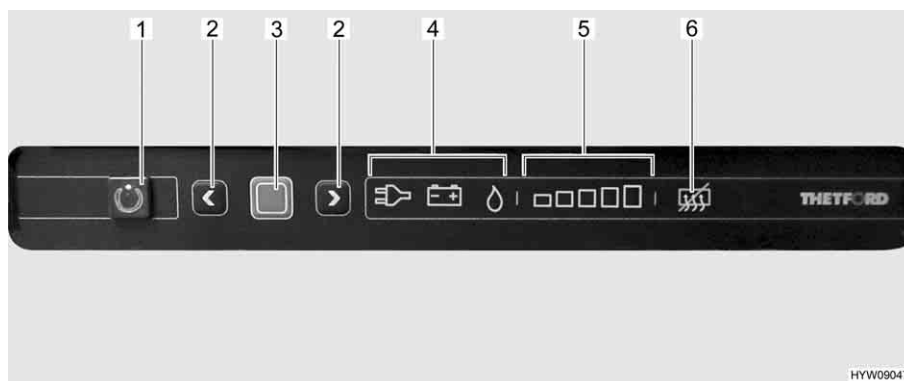

Fig. 162 Elementi di comando (frigorifero Thetford)
La modalità di funzionamento attuale è indicata da un simbolo luminoso (Fig. 162,4) sulla centralina di controllo.
Dopo l'accensione il frigorifero seleziona automaticamente la regolazione del termostato selezionata per ultimo. Questa impostazione può essere modificata manualmente con i tasti freccia (Fig. 162,2). Le barre luminose dell'indicatore del livello di refrigerazione (Fig. 162,5) visualizzano la temperatura selezionata sul termostato. Con i tasti freccia viene regolata la temperatura di refrigerazione per tutti i tre tipi di energia. Ci vogliono alcune ore prima che il frigorifero raggiunga la temperatura normale di esercizio. Cambiando la modalità di funzionamento la regolazione del termostato non viene modificata. La temperatura di refrigerazione è indipendente dal tipo di energia utilizzata.
- Premere il tasto On/Off (Fig. 162,1) per 1 secondo. Il tasto (Fig. 162,1) si illumina di verde. Dopo circa 10 secondi, l'indicatore viene attenuato per risparmiare energia.
- Premere il tasto di conferma (Fig. 162,3). L'impostazione attuale della modalità di funzionamento viene visualizzata.
- Se non è impostata la modalità di funzionamento a gas: Per modificare l'impostazione, premere il tasto di conferma (Fig. 162,3) per circa 2 secondi.
- Selezionare la modalità di funzionamento a gas con i tasti freccia (Fig. 162,2). L'alimentazione del gas è ora aperta. L'accensione avviene automaticamente. È udibile un ticchettio fino a quando procedura di accensione non è stata portata a termine.
- Premere il tasto di conferma (Fig. 162,3) per circa 2 secondi.
- Premere nuovamente il tasto di conferma (Fig. 162,3). Il livello di refrigerazione attuale viene indicato dalle barre luminose (Fig. 162,5).
- Per modificare l'impostazione, premere i tasti freccia (Fig. 162,2) fino a visualizzare l'impostazione desiderata.
- Premere il tasto On/Off (Fig. 162,1) per circa 2 secondi. Tutte le spie si spengono. Il frigorifero è spento.
- Se non è impostata la modalità di funzionamento 230 V: Per modificare l'impostazione, premere il tasto di conferma (Fig. 162,3) per circa 2 secondi.
- Selezionare la modalità di funzionamento 230 V con i tasti freccia (Fig. 162,2).
- Se non è impostata la modalità di funzionamento 12 V: Per modificare l'impostazione, premere il tasto di conferma (Fig. 162,3) per circa 2 secondi.
- Selezionare la modalità di funzionamento 12 V con i tasti freccia (Fig. 162,2).
- Premere contemporaneamente entrambi i tasti freccia (Fig. 162,2) e tenerli premuti per 2 secondi. Il simbolo di disattivazione della funzione anti-condensa (Fig. 162,6) si illumina.
- Premere di nuovo contemporaneamente entrambi i tasti freccia (Fig. 162,2) e tenerli premuti per 2 secondi. Il simbolo di disattivazione della funzione anti-condensa (Fig. 162,6) si spegne.